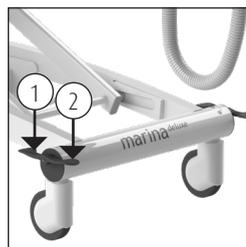

Figura 2 Blocco delle ruote.
- Per disinnestare il freno del modello Marina basic, è necessario sollevare il bordo sulla ruota picchiando sulla parte superiore del bordo (2) (vedere figura 2).
Il modello Marina deluxe è dotato di un sistema frenante semi-centrale, che consente di frenare contemporaneamente le due ruote. Il pedale di comando semi-centrale dei freni è situato all'estremità della testiera e ai piedi del carrello su entrambi i lati (vedere figura 2).